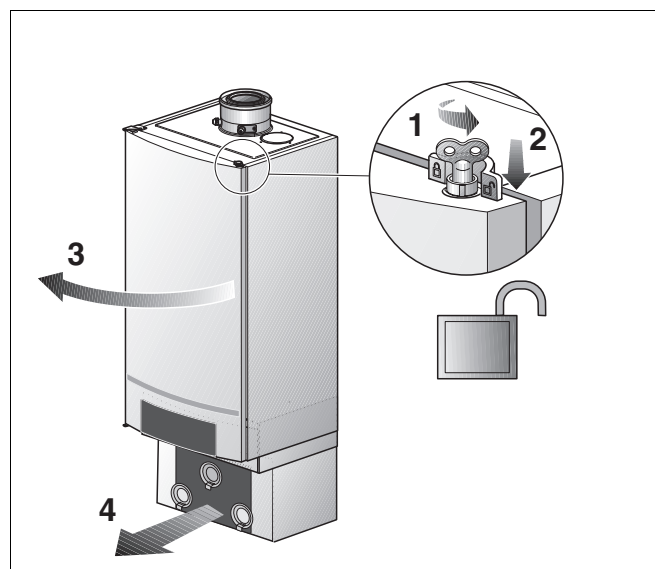

Fig. 22 Åbning af kedeldøren
- Åbn kedeldørens lås ved at dreje udluftningsnøglen en kvart omgang (fig. 22 – 1).
- Tryk låsen ned (fig. 22 – 2), og åbn kedeldøren.